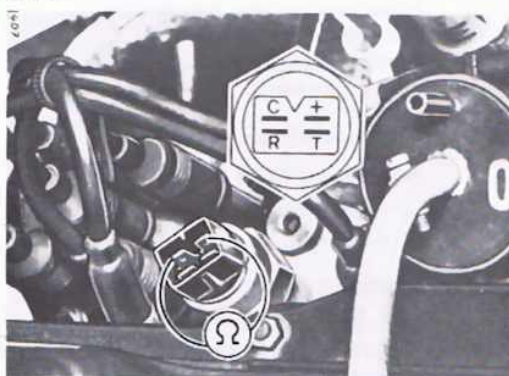

Bild 5
2.3 Thermoschalter für Starterdeckel (Bild 5)
- Durchgang mit Ohmmeter an den Kontakten (+) und (C) prüfen.